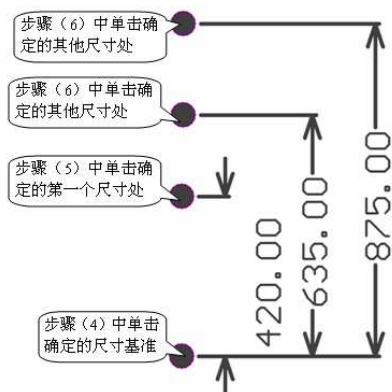

图 7.71 布置基准标注过程
(3) 在“Baseline Dimension”对话框中设置基准标注的属性, 单击“OK”按钮。
(4) 在工作区移动光标至基准处, 单击鼠标, 确定尺寸基准的位置。
(5) 移动光标至工作区需要标注的第一个尺寸处, 单击鼠标确定基准标注的另一个端点, 移动光标, 调整标注文字的位置, 单击鼠标确定标注文字位置。若需要标注垂直距离尺寸, 可单击空格键, 旋转标注的方向。
(6) 重复步骤(5)继续标注其他的点与尺寸基准的距离。
(7) 所有尺寸标注完毕后, 单击鼠标右键或者单击“Esc”键, 完成基准标注操作。布置基准标注过程如图 7.71 所示。